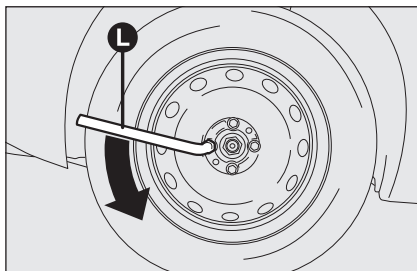

fig. 5
□ afloje aproximadamente un giro los buzones de fijación utilizando la llave del equipamiento **L-fig. 5**; para coches equipados con llantas de aleación, sacuda el coche para facilitar la separación de la llanta del cubo de la rueda;